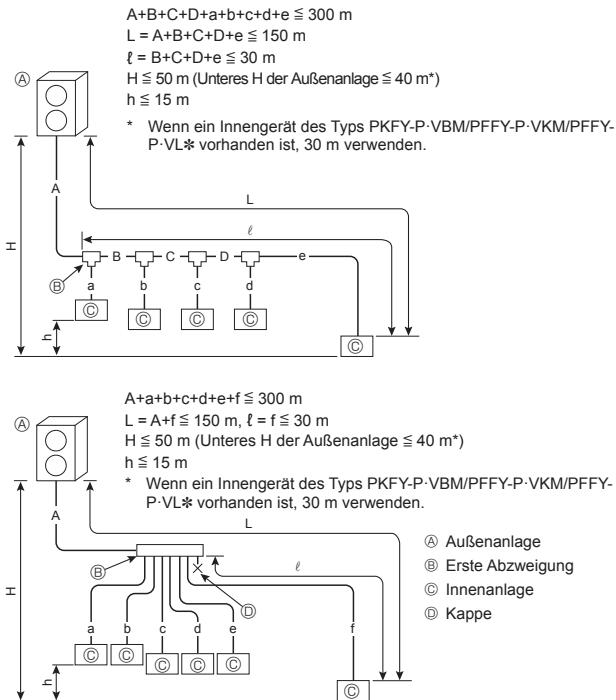

Fig. 4-1
4.2.1. Verbindung ohne Abzweigkasten (Fig. 4-1)